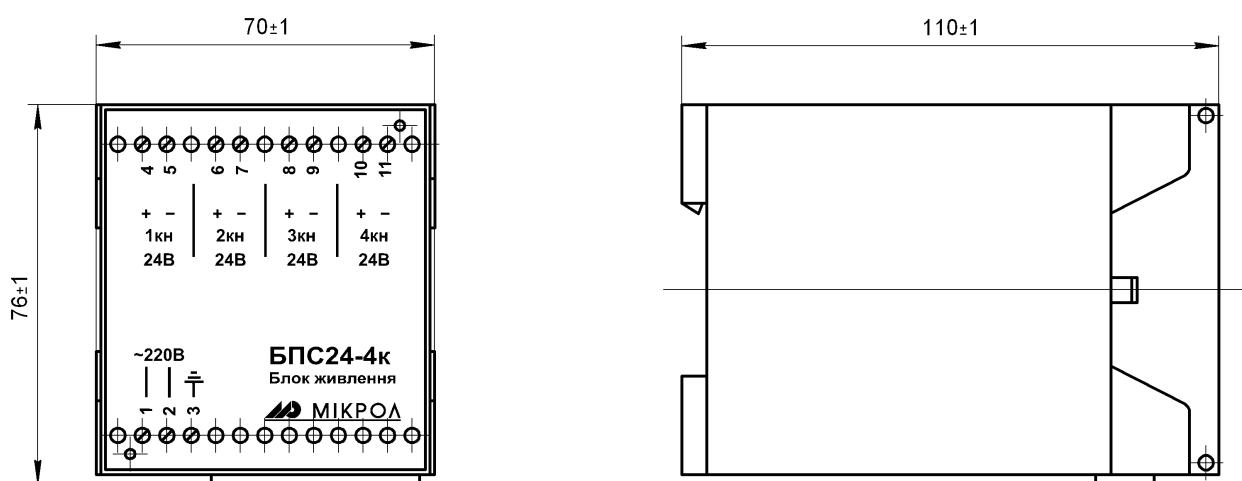

Рисунок 1.1- Блок питания БПС24-4к. Внешний вид
1.5.1 Внешний вид изделия приведен на рис.1.1